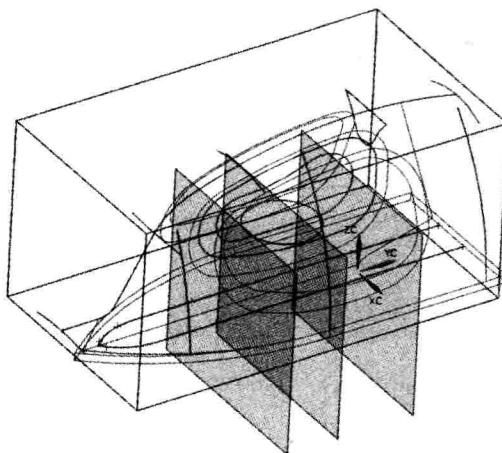

图 1-13 初始模型
(1) 选择菜单栏中的“文件”→“打开”命令，在存储目录中找到 iron.prt 文件，单击“确定”按钮，系统弹出如图 1-13 所示的初始模型对话框，系统进入建模环境。